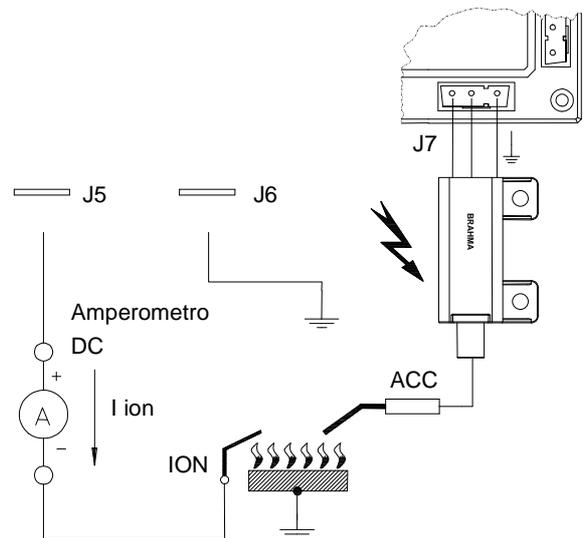
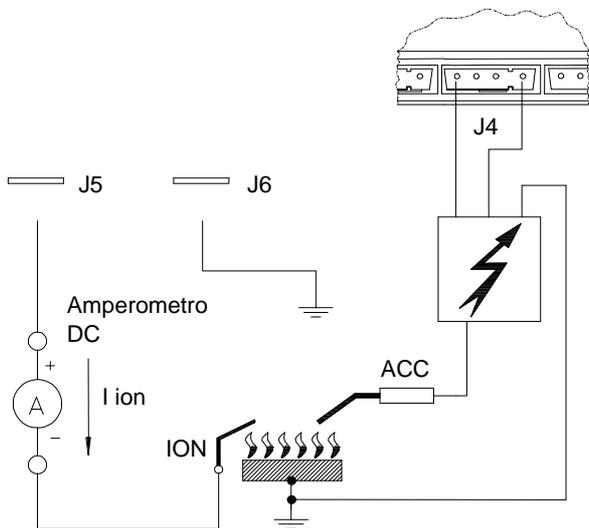

Fig.6 - Misura del segnale di fiamma su apparecchi tipo "FR"
Fig.7 – Misura del segnale di fiamma su apparecchi tipo “PR”
- il livello del segnale di fiamma sia sufficientemente elevato (vedere Fig.6 per la realizzazione della misura su apparecchiature MICROFLAT tipo FR e Fig.7 per la misura su apparecchiature MICROFLAT tipo PR);